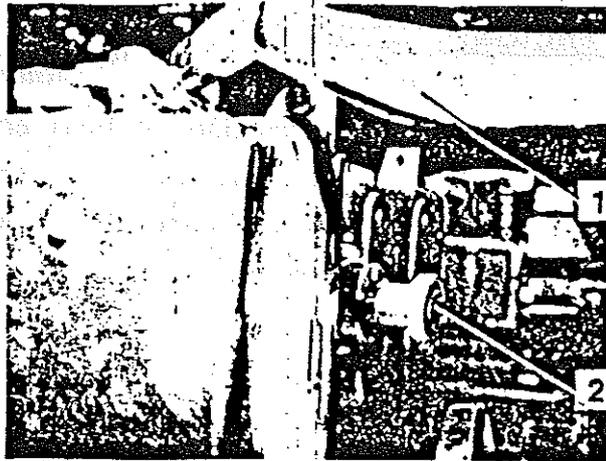

Figura 45 Manipulación del manguito de acoplamiento
- Apretar el pulsador de enclavamiento (Figura 45/2) situado debajo de la palanca.
- Llevar la palanca (Figura 45/1), a la posición neutra hasta que el pulsador se enclave nuevamente.